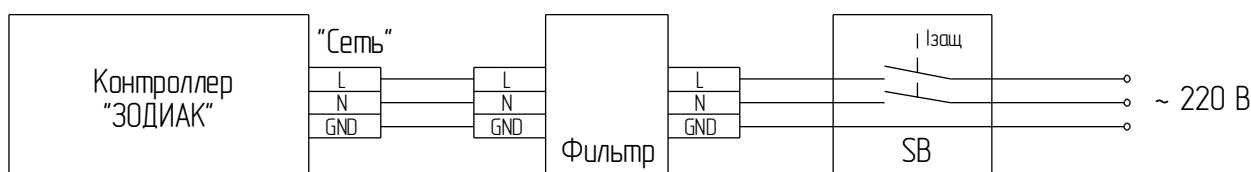

Рисунок 31 — Подключение через сетевой фильтр.
8.6.2 При использовании контроллера на объектах, где происходят частые подключения/отключения мощных потребителей электрической энергии, рекомендуется подключать контроллер к сети электропитания через сетевой фильтр, обеспечивающий эффективное подавление микросекундных и наносекундных импульсных помех (рис. 31).